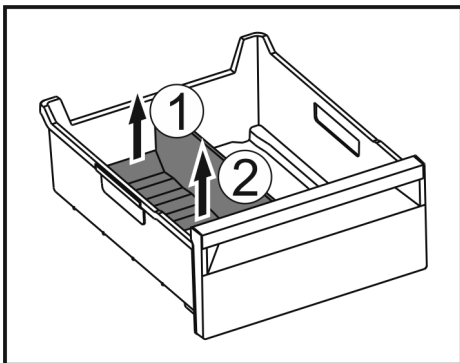

Fig. 234
- Підняти задню частину перегородки відділення для льоду. Fig. 234 (1)
- Вилучити перегородку рухом вгору. Fig. 234 (2)